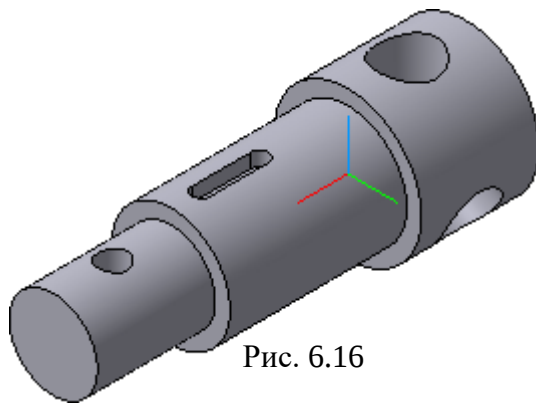

Рис. 6.16
изображение, на основе которого создана трехмерная модель детали (рис. 6.16).
8. Конечный вариант представлен на рис. 6.16, на котором модель затонирована.